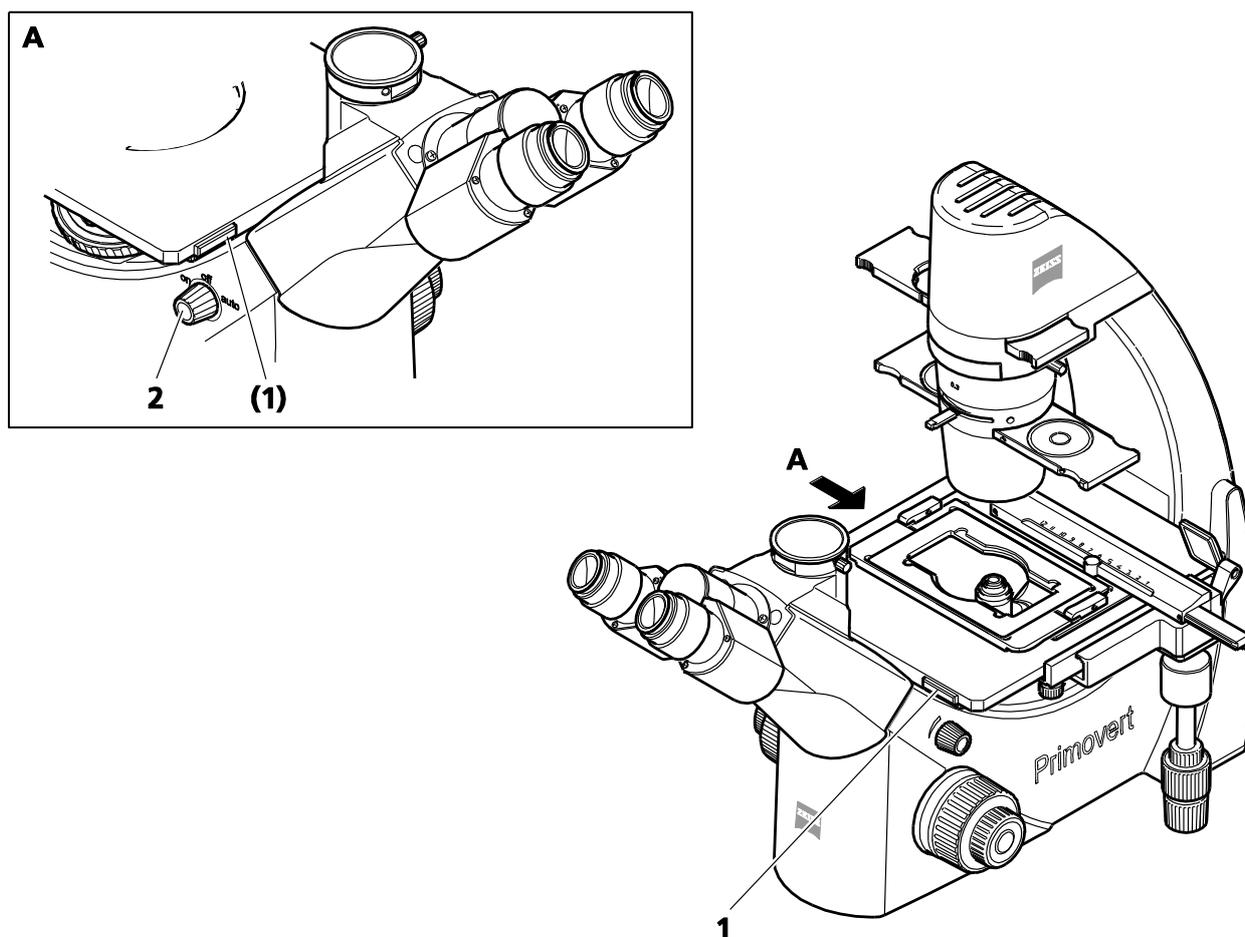

Fig. 13 Mise sous/hors tension du microscope
- Allumer le microscope à l'aide du bouton rotatif (Fig. 13/2) (position **ON** ou **AUTO**).
Les deux interrupteurs ON/OFF (Fig. 13/1) de la platine porte-objet permettant d'allumer et d'éteindre rapidement le dispositif d'éclairage à lumière transmise sont inactifs. Le dispositif d'éclairage reste allumé en permanence.
Les interrupteurs ON/OFF (Fig. 13/1) permettant d'allumer et d'éteindre rapidement le dispositif d'éclairage à lumière transmise sont actifs. Ainsi, le dispositif d'éclairage peut être éteint et rallumé rapidement. Après une durée de fonctionnement de 15 minutes, le dispositif d'éclairage s'éteint automatiquement et passe en mode veille. En actionnant l'un des interrupteurs ON/OFF, le dispositif d'éclairage s'allume à nouveau. Actionner de nouveau l'interrupteur pendant le fonctionnement permet de recommencer une nouvelle période de 15 minutes depuis le début.
- Une fois le travail terminé, éteindre le microscope à l'aide du bouton rotatif (Fig. 13/2) (position **OFF**).